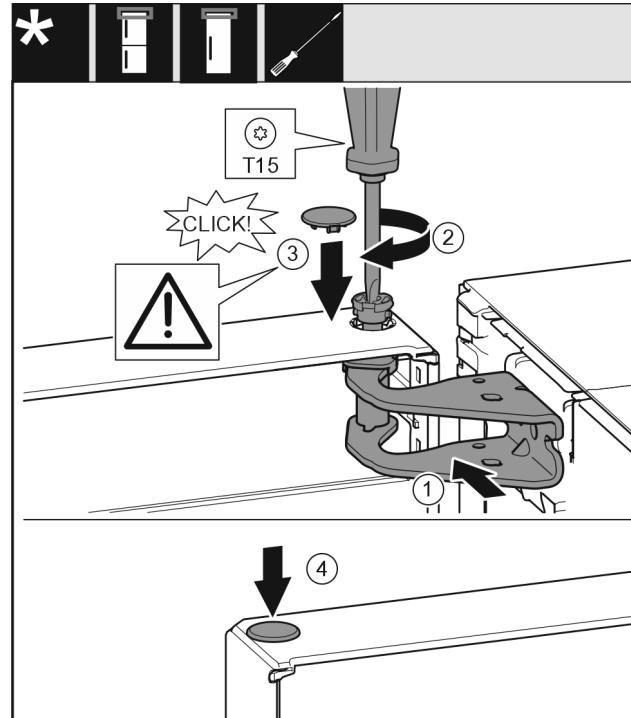

Fig. 26
- Tür oben zur Öffnung im Lagerbock ausrichten. Fig. 26 (1)
- Bolzen Fig. 26 (2) einsetzen und mit Schraubendreher festschrauben.
- Sicherungsabdeckung Fig. 26 (3) zur Sicherung der Tür montieren: Sicherungsabdeckung einsetzen und kontrollieren ob sie auf der Tür aufliegt. Ansonsten Bolzen vollständig einsetzen.
- Stopfen Fig. 26 (4) einsetzen.